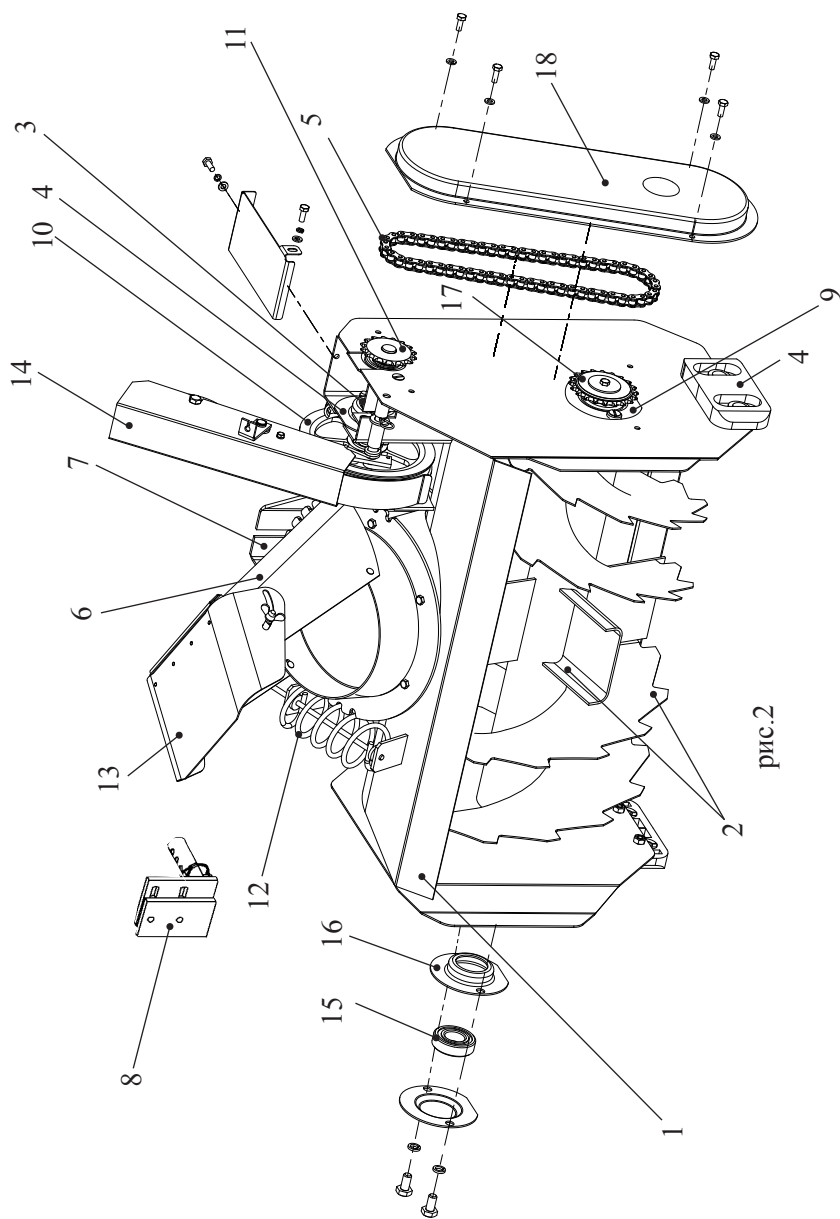

рис.2
Устройство снегоуборщика (рис.2)
Для удобства транспортировки со снегоуборщика демонтирован механизм натяжения ремня (поз. 14, рис. 2). Перед установкой механизма на снегоуборщик необходимо извлечь из него шплинт и снять шайбу. Далее вставить ось во втулку корпуса, установить на ось шайбу, продвинуть механизм до упора и установить шплинт в отверстие оси. При этом шайба должна быть слева от шплинта. Установить в зацепление возвратную пружину механизма.
Перед началом эксплуатации снегоуборщика после длительного хранения рекомендуется снять крышку (18) (рис.2) цепной передачи, удалить старую смазку и нанести на цепь и звездочки смазку Литол-24 или солидол Ж ГОСТ 1033-79.